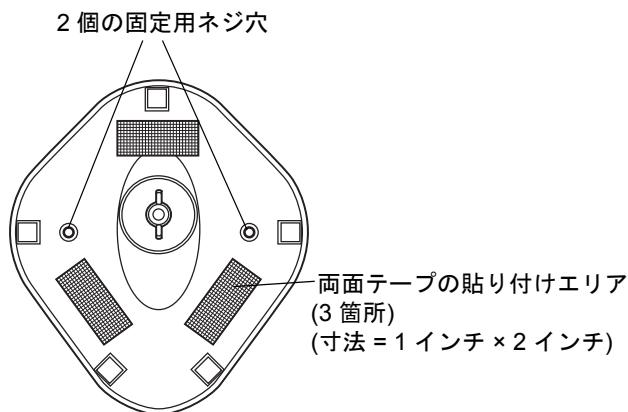

図 2-3 スタンドの設置
- スタンドの台座が確実に固定されるまで、#10木ネジを固定用ネジ穴にねじ込みます(図 2-3 を参照)。
- それぞれの両面テープから露出した面のはく離紙をはがし、確実に固定されるまでスタンドを平らな場所に押し付けます(図 2-3 を参照)。